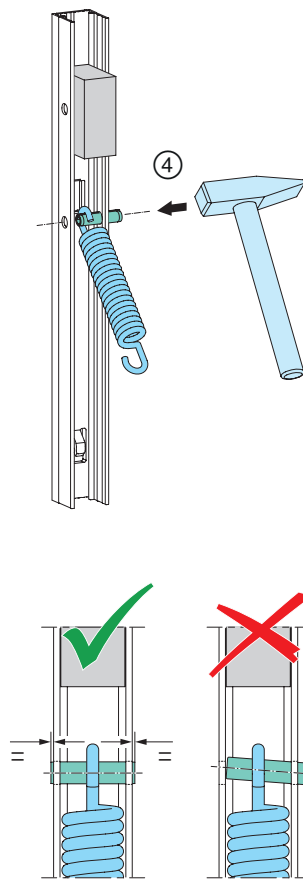
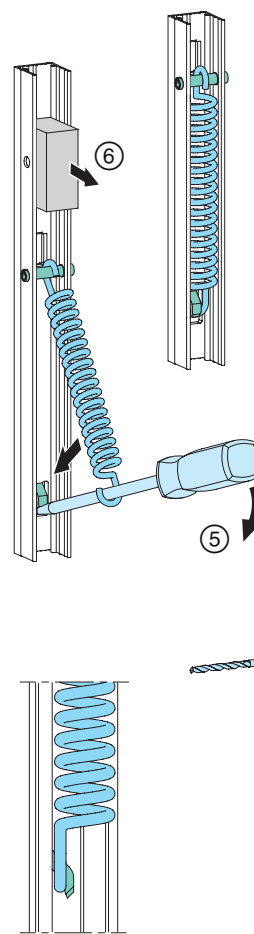

Abb. 17
Abb. 18
- ④ Schraubenzugfeder mit Spannstift an Getriebestulp befestigen; **Abb. 17.**
- ⑤ mittels Schlitz-Schraubendreher über die Kopplungsnase der Riegelstange ziehen.
- ⑥ Distanzklotz entnehmen; **Abb. 18.**